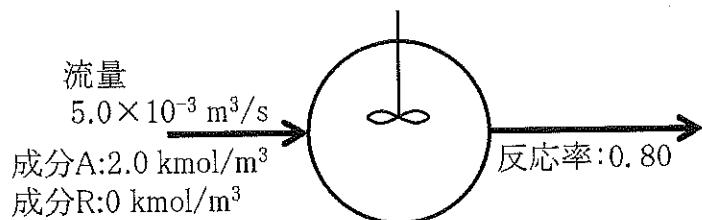

図 II-1 完全混合流れ反応器の模式図
(1) 流通反応器で非理想流れを表現するモデルを二つ挙げ、それぞれの名称を答えよ。また、それぞれのモデルの特徴を簡潔に説明せよ。
(2) 反応式 $A \rightarrow R$ の液相反応 ($-r_A = 1.0 \times 10^{-2} C_A$) を図 II-1 のような完全混合流れ反応器で行う。流量は $5.0 \times 10^{-3} \text{ m}^3/\text{s}$ 、反応器入口での成分 A の濃度は $2.0 \text{ kmol}/\text{m}^3$ 、成分 R は $0 \text{ kmol}/\text{m}^3$ である。反応器出口での成分 A の反応率を 0.80 にするために必要な反応器の体積 $V [\text{m}^3]$ を求めよ。計算過程も示せ。ただし、 $r_A [\text{kmol}/(\text{m}^3 \cdot \text{s})]$ は成分 A の反応速度、 $C_A [\text{kmol}/\text{m}^3]$ は成分 A の濃度である。また、反応温度は一定で、かつ、反応に伴う反応混合物の体積変化は無視できるものとする。